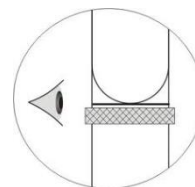

Рисунок 3 – Меніск і калібрувальна риска
3. Мірним циліндром відібрати точно 10 мл дистильованої води, розташовуючи око відносно меніску і калібрувальної риски як показано на рис. 3. Перелити воду з циліндру у бюкс і зважити. Результати занести до таблиці та розрахувати масу 10 мл води, відміряної циліндром.